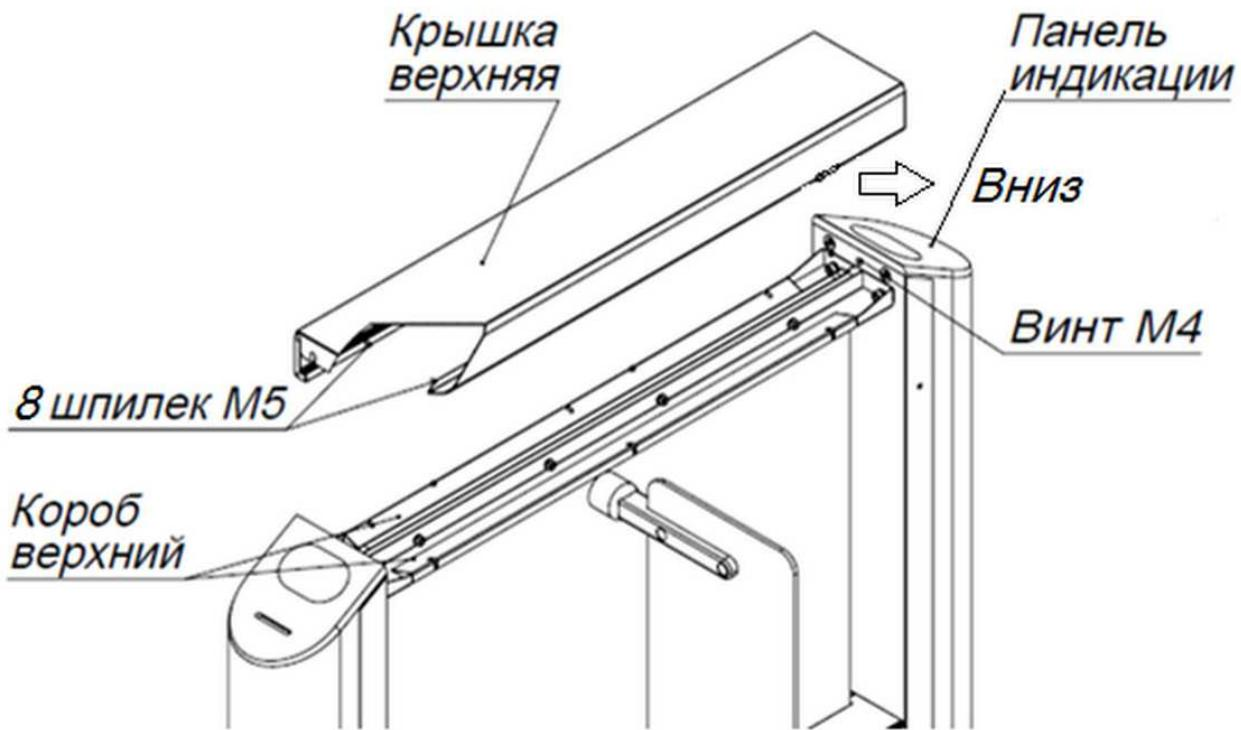

Рис. 16.
6.5.1. Снимите крышку верхнюю, открутив 8 гаек M5 со шпилек крышки, и открутите винт M4 на задней стенке картоприемника (рис. 16).
6.5.2. Сдвиньте панель индикации картоприемника вниз до упора в направлении, указанном на рис. 16. Аккуратно поднимите панель.
6.5.8. АККУРАТНО(!) установите панель индикации в исходное положение. Закрутите винт M4 рис. 16